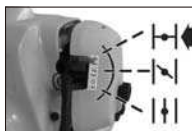

Рисунок 9С
**ПРИМЕЧАНИЕ.** Для снижения нагрузки на двигатель во время запуска и разогрева обрежьте лишнюю леску до 13 см. (рис. 9А)
1. Переведите выключатель в положение «ПУСК» (I). (рис. 9В)
2. Данный инструмент оснащен воздушной заслонкой, которую можно установить в 3 положения: ПОЛНОСТЬЮ ЗАКРЫТОЕ (I+I), НАПОЛОВИНУ ОТКРЫТОЕ (I~I), и РАБОЧЕЕ (I+I). Переведите рычаг воздушной заслонки в ПОЛНОСТЬЮ ЗАКРЫТОЕ положение (I+I). (рис. 9С)
3. Установите фиксатор дросселя (С). Опустите вниз фиксатор (А) и затем, удерживая кнопку газа (В) в частично открытом положении, нажмите и удерживайте фиксатор дросселя (С). Отпустите кнопку газа (В). Кнопка газа (В) теперь будет находиться в частично нажатом положении (рис. 9В).